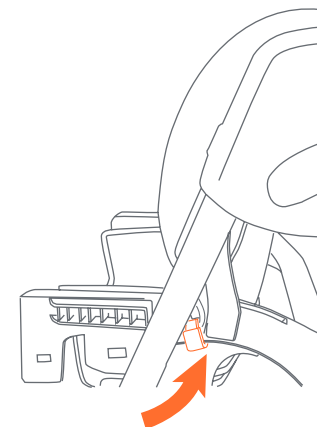

Fig. 20b
- Conecta cada gancho de anclaje del la almohadilla del asiento al lado del reposabrazos del asiento (Fig. 20b).